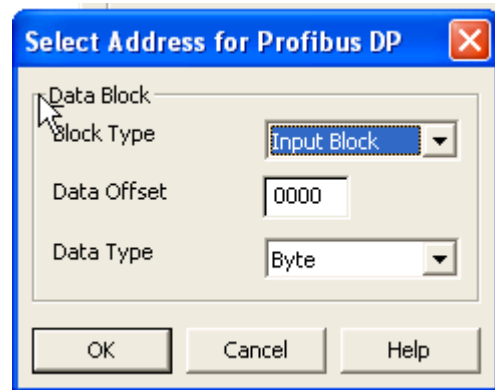

FIG. 64 : Sélection du type de bloc
- Sélectionnez le décalage de données qui désigne l'adresse pour lire ou écrire sur le bloc. Sélectionnez le type de données à lire ou écrire. Ceci définit le nombre d'octets nécessaires pour accéder au bloc afin d'obtenir les données appropriées. Dans cet exemple, nous avons choisi **bloc de sortie**, avec un décalage de données **0** (Qui désigne 256 dans l'API) et sous forme de **mot**. FIG. 64.